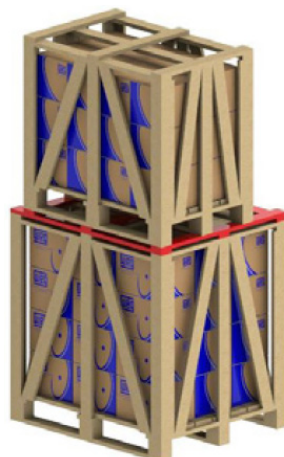

Figura 5.5: Utilização de sarrafos adicionais para empilhamento
- 4) Para o empilhamento de um volume menor sobre um volume maior, acrescentar sarrafos transversais entre os mesmos quando o maior não oferecer resistência ao peso do menor (ver Figura 5.5 na página 196). Esta situação normalmente ocorre com os volumes dos motores de carcaça acima da IEC 225S/M (NEMA 364/5T).